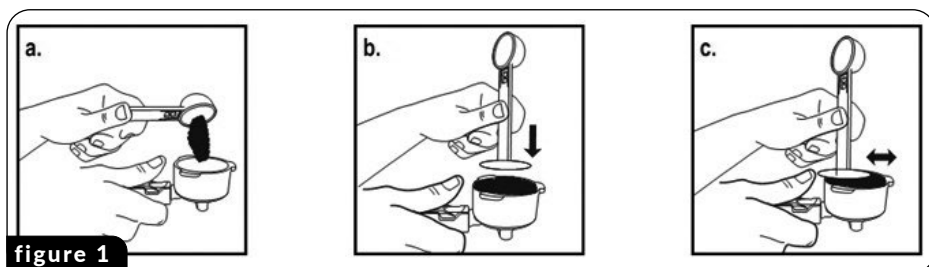

figure 1
- Placer le filtre choisi (13) dans le porte-filtre (10) (fig. 1).